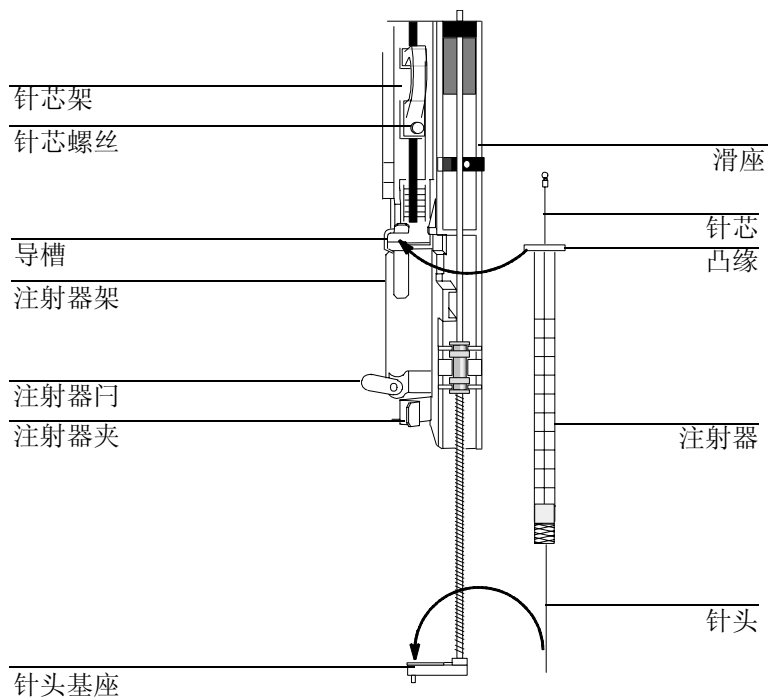

图 10 安装注射器
3. 上（或下）滑动注射器的支架，直至注射器可装进去。参见图 10。